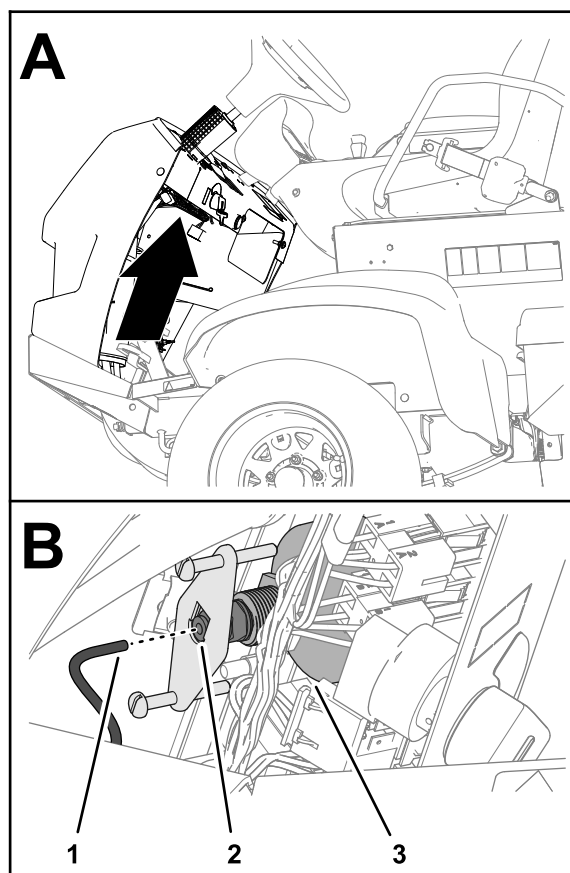

Figure 137
5. Détachez le tube au dos du manomètre et placez l'extrémité dans un bac (Figure 137).